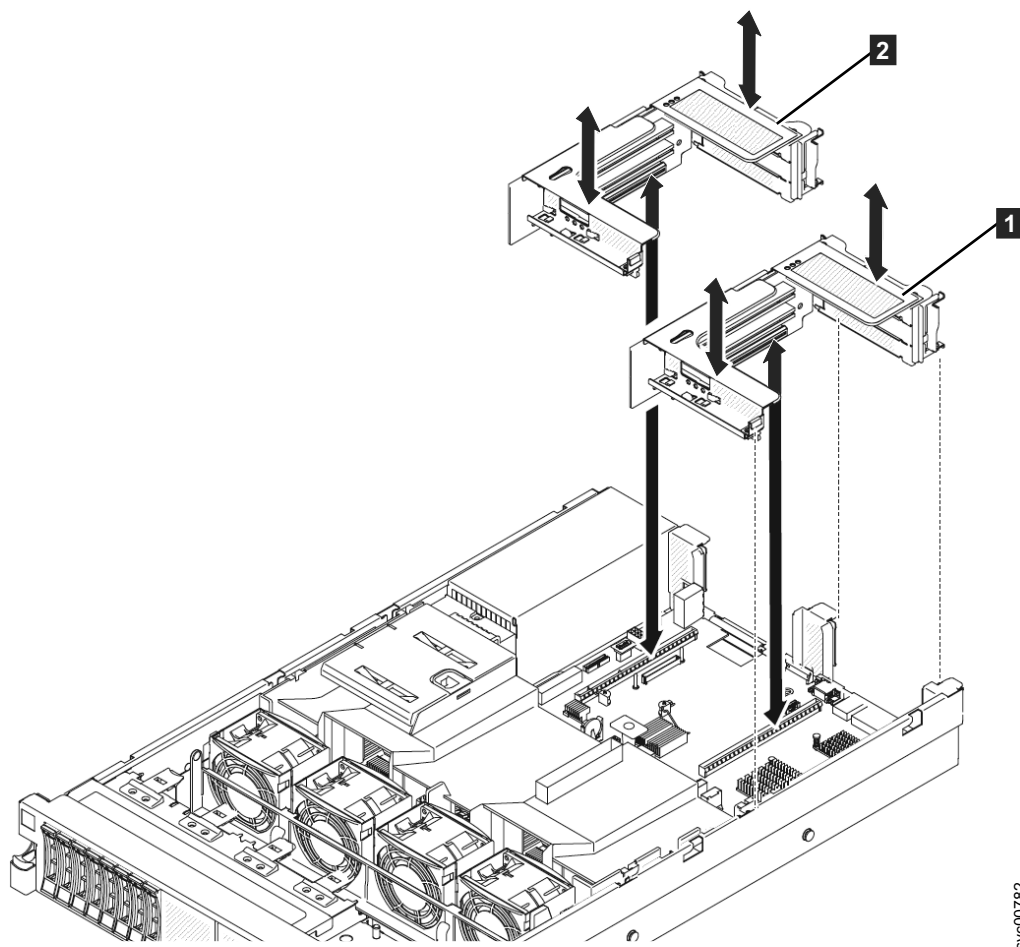

Figura 152. Substituindo o conjunto da placa riser PCI express do 2145-DH8
- Slot 1 do riser PCI **1** (o slot mais distante das fontes de alimentação): Você deve instalar um conjunto da placa riser PCI no slot 1. Veja Figura 152 na página 183.